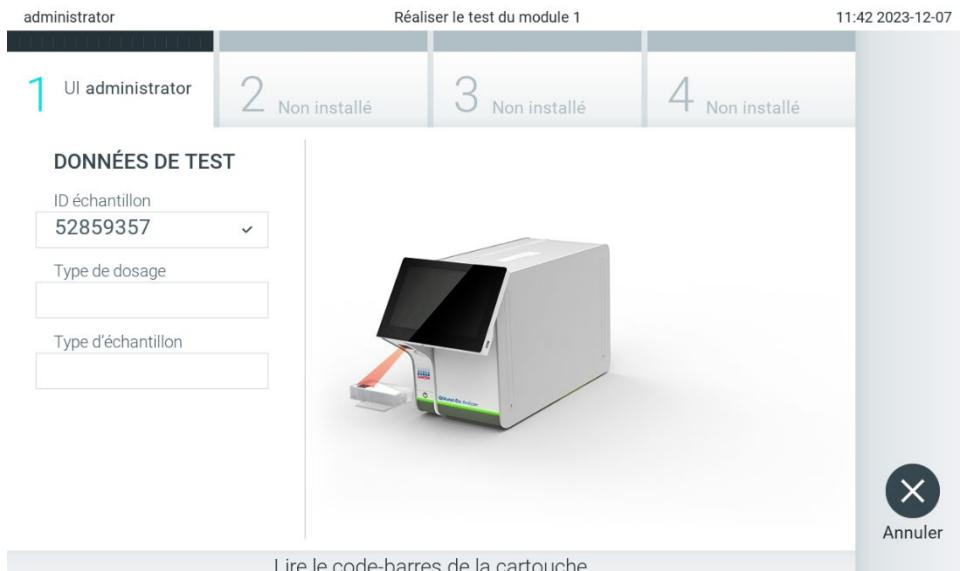

Figure 24. Lecture du code-barres de la cartouche de dosage QlAstat-Dx.
3. Lorsque vous y êtes invité, scannez le code-barres de la cartouche de dosage QIAstat-Dx à utiliser. Le QIAstat-Dx Analyzer 2.0 reconnaît automatiquement le dosage à effectuer, en fonction du code-barres de la cartouche de dosage QIAstat-Dx (figure 24).
Remarque : utilisez le code-barres présent sur le côté de la cartouche (comme l'indique la figure 24) et non celui de l'emballage des cartouches.